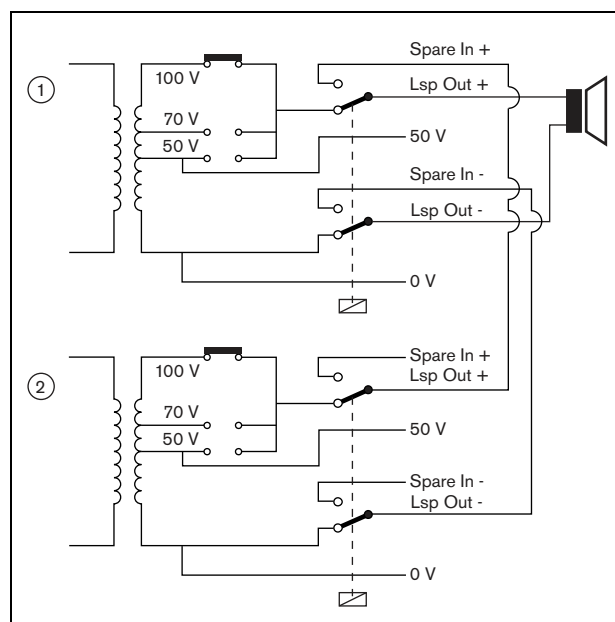
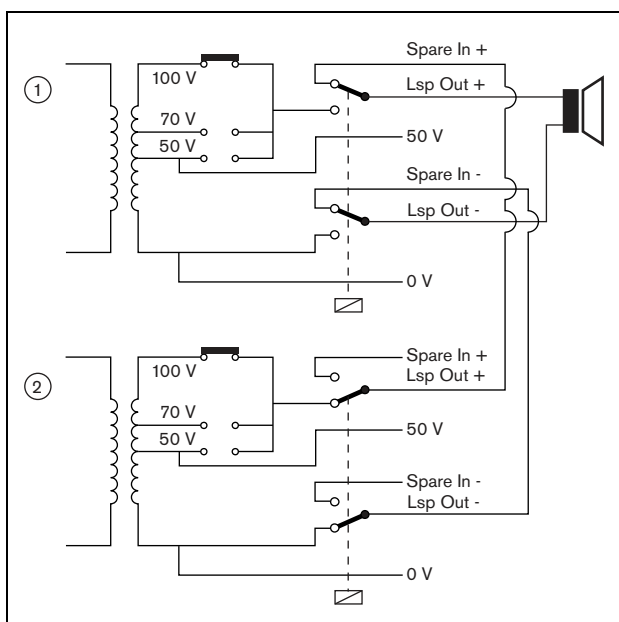

рисунок 9.8: Усилитель мощности перед переключением на резерв
рисунок 9.9: Усилитель мощности после переключения на резерв
Фактическое резервное переключение осуществляется при помощи реле. См. рисунок 9.8 для ситуаций до резервного переключения и рисунок 9.9 для ситуаций после резервного переключения. При правильной работе основного усилителя мощности (1) данное реле включается (см. рисунок 9.8), звук направляется в линию громкоговорителя (клеммы *Lsp Out+* и *Lsp Out-*). Резервный усилитель (2) не маршрутизирует аудио, т.к. он не имеет соединения ни с какой из линий громкоговорителя.
В момент снижения основного усилителя (1), реле блокируется и переключатели устанавливаются в положения по умолчанию: *Spare In -* и *Spare In +* (см. рисунок 9.9). Это означает, что аудиовыход резервного усилителя (2) маршрутизируется в линию громкоговорителя через основной усилитель (1). Установки конфигурации (см. раздел 44.3) аудиовыходов передаются из основного усилителя мощности к резервному. Установки конфигурации аудиовходов, входы и выходы управляющего сигнала не передаются на резервный усилитель мощности.